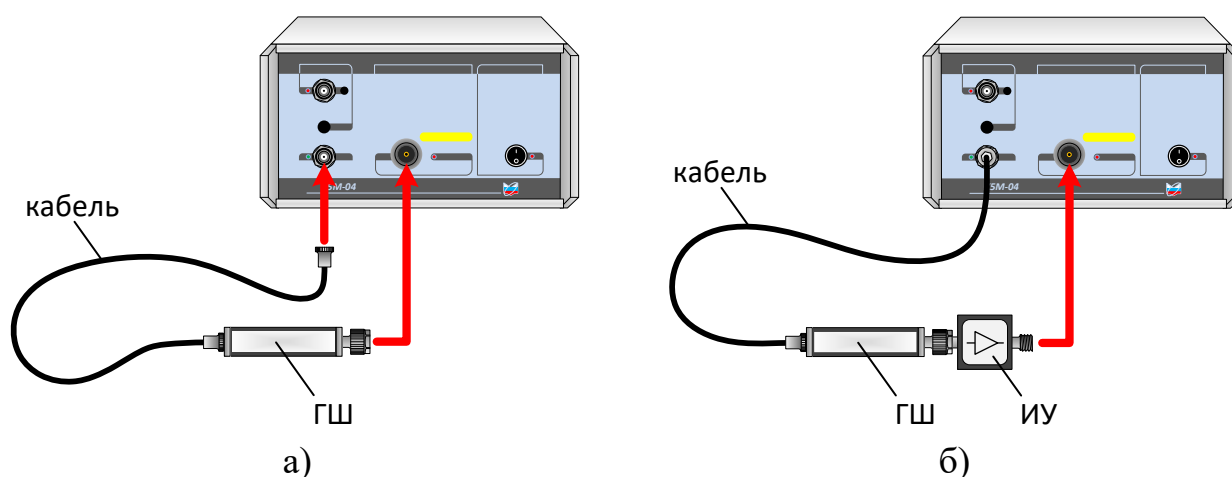

Рисунок 7.2 – Схема в режиме «Модуляционный метод»: а) калибровки; б) измерения
Шаг 3. Подключить ГШ к Х5М (рисунок 7.2-а):
Шаг 3. Подключить ГШ к X5M (рисунок 7.2-а):
- Шаг 4.** Подключить ИУ к X5M (рисунок 7.2-а):